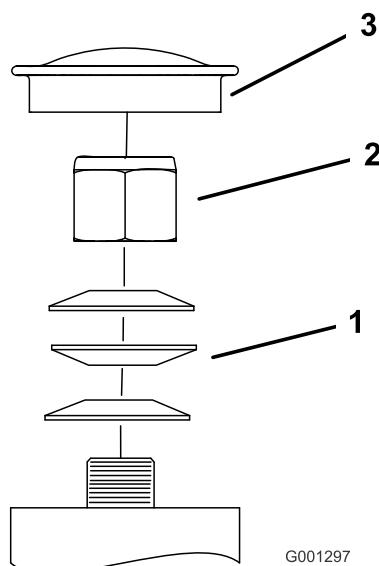

Figura 49
3. Retire el tapón anti-polvo de la rueda giratoria y apriete la contratuerca (Figura 49).
4. Apriete la contratuerca hasta que las arandelas de muelle estén planas, luego afloje 1/4 de vuelta para establecer la pre-carga correcta de los cojinetes (Figura 49).
5. Coloque el tapón anti-polvo (Figura 49).
Importante: Asegúrese de que las arandelas de muelle están correctamente instaladas, según muestra Figura 49.